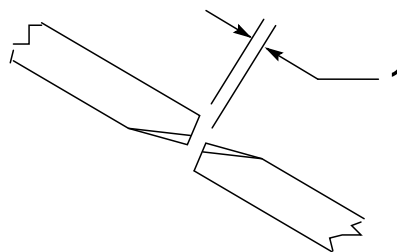

図 31
カッティングユニットが適切に作動できるように、ウイング側と中央のブレードとの間に 10-16 mm の隙間を確保してください 図 31。
- 中央のブレードとその隣のウイングブレードを手で回してブレードの先端どうしを整列させる。刃先と刃先との間の距離を測定する 図 31。